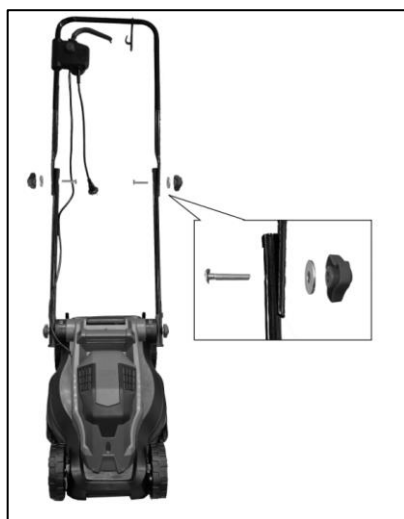

Fig. 7
- Montare la barra superiore su quella inferiore, stringendo la manopola di fissaggio, la rondella e il bullone. (Fig.7)